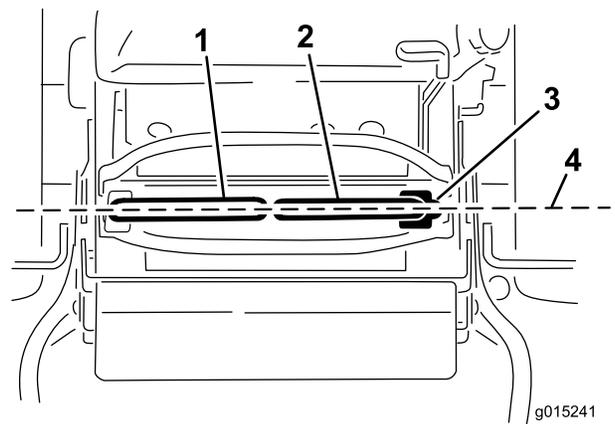

図 71
重要 Eコントロール・レバーの調整が終わったあとは、試運転を行なって走行状態を確認してください。コントロール・レバーの前後整列調整も、同じ手順で行ないます (図 71)。
1. まず最初に水平調整を行い、その後に前後調整を行うようにしてください (図 71)。